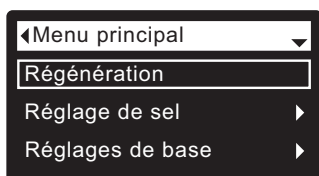
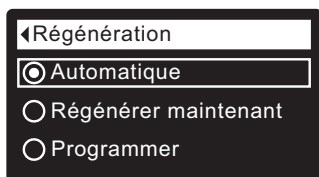
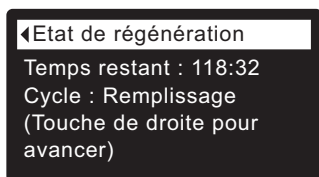

FIG. 43
FIG. 44
FIG. 45
2. Vérifiez que **Régénération** est mis en encadré (cf. Figure 43).
3. Appuyez sur le sélecteur (O) pour afficher le menu de régénération (cf. Figure 44).
4. Si le cercle vis-à-vis de l'option souhaitée a déjà un point (cf. Figure 44), passez à l'étape 5. Sinon, appuyez sur le bouton BAS (▼) ou HAUT (▲) pour passer à l'option souhaitée, puis sur le sélecteur (O) pour confirmer votre choix.
- **Régénérer maintenant** démarre sans délai une régénération si vous appuyez sur le sélecteur (O) à l'étape 5.
5. Appuyez sur le sélecteur (O) : si **Régénérer maintenant** est sélectionné, l'afficheur passe immédiatement à l'écran d'état de la régénération (cf. Figure 45); Si **Automatique** ou **Programmer** est sélectionné, l'afficheur revient au Menu principal (Figure 43).